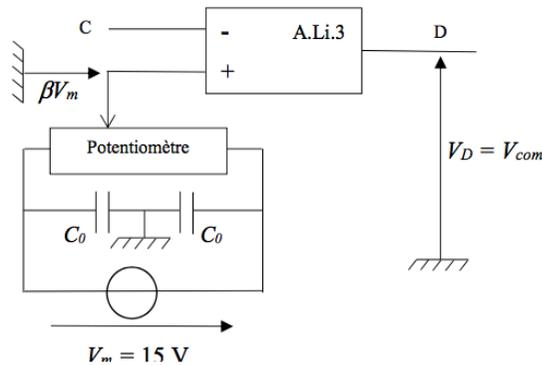

Figure 11 - Circuit supplémentaire
**Q21.** On connecte le point A du circuit précédent (figure 10) au point C du circuit décrit sur la figure 11. Un potentiomètre relié à un ensemble de deux condensateurs et une source de tension constante  $V_m = 15 \text{ V}$ , permettent d'imposer le potentiel de l'entrée non inverseuse de l'amplificateur linéaire A.Li.3. On a ainsi :  $V^+ = \beta V_m$ .